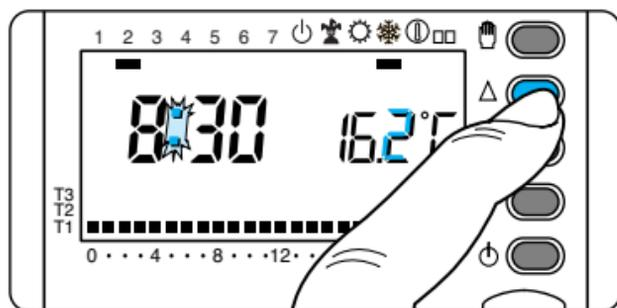

Fig. 33
6.4 - Impostare il valore di temperatura desiderato per T1 agendo sul pulsante ∇ oppure Δ (fig. 33).